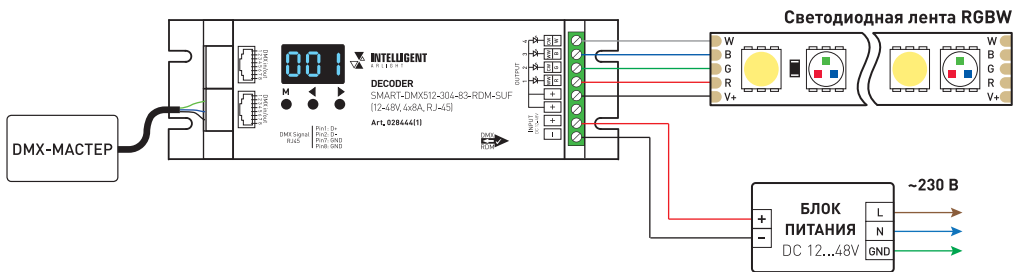

Рис. 1. Схема подключения декодера SMART-DMX512-304-83-RDM-SUF
- 3.2. Подключите декодер согласно схеме на рис. 1.